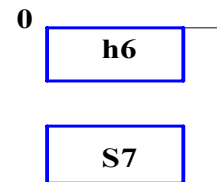

Рис. 1
6. На рис.1 показана схема полів допусків посадки: